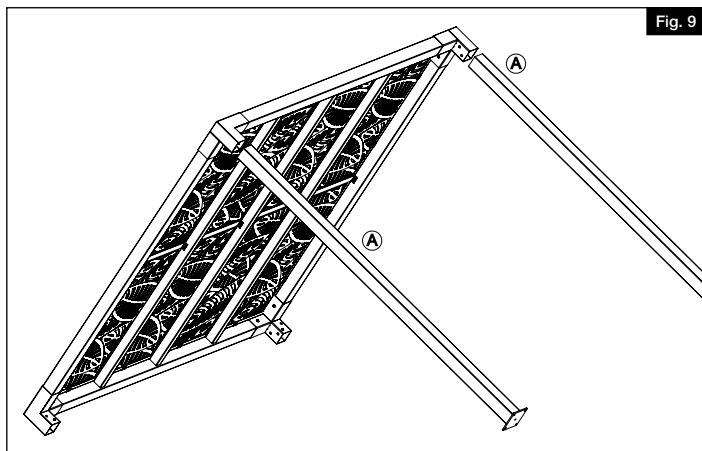

Fig. 9
Using 2-3 people, tilt the top frame assembly on an angle to insert posts (A) into corner brackets (E) (Fig. 9). Take care that holes are lined up on post & corner bracket assembly.
Avec l'aide de 2 ou 3 personnes, incliner l'assemblage de l'ossature supérieure pour insérer les poteaux (A) dans les supports d'angle (E) (Fig. 9). Veiller à ce que les trous soient alignés sur l'assemblage de poteau et de support d'angle.
Con la ayuda de 2 o 3 personas, incline el conjunto del bastidor superior en un ángulo para insertar los postes (A) en las riostras esquineras (E) (Fig. 9). Tenga cuidado de que los agujeros estén alineados en el montaje del poste y la riostra esquinera.